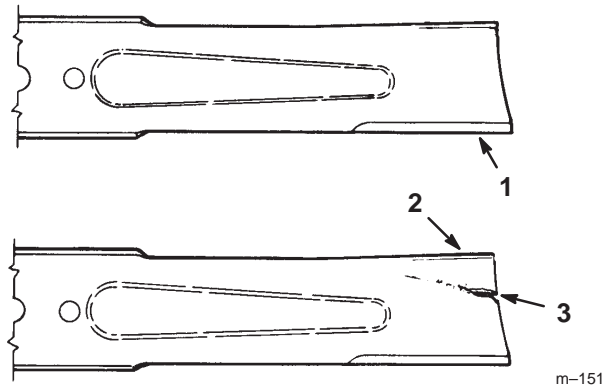

Figure 32
2. Inspectez les tranchants des lames (Fig. 32). Si elles ne sont pas tranchantes ou si elles présentent des indentations, déposez et aiguisiez les lames (voir Aiguisage des lames, page 30).
3. Inspectez les lames, surtout la partie incurvée (Fig. 32). Remplacez immédiatement toute lame endommagée, usée ou qui présente une entaille (Fig. 32).